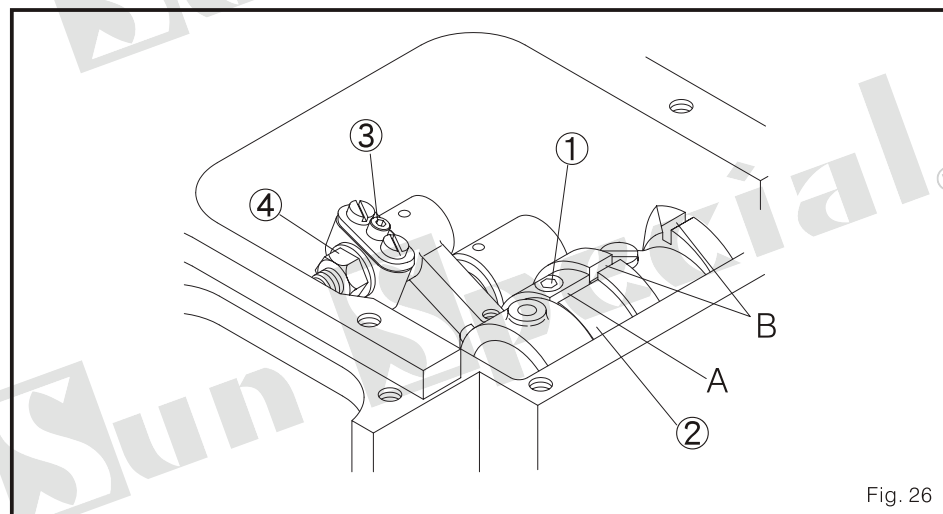

Fig. 26
Solte o parafuso 1 e ajuste o encaixe A do elíptico 2 de forma que este alinhado com o encaixe B do eixo principal. (Fig. 26)
2. normalmente, o movimento é ajustado de repente baseado no tamanho de agulhas. Solte a noz 4, e gire o parafuso 3 para o lado do ponteiro do relógio diminuir o golpe de frontal/posterior de movimento, junte para aumentar isto faz o oposto (Fig. 26)